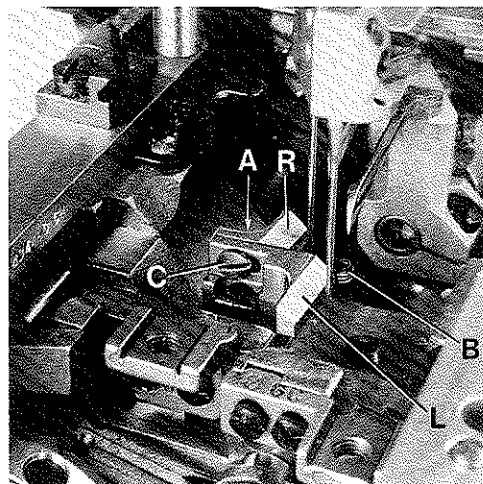

Fig.20
Set the needle guard (L, Fig. 20) for the left needle first. After loosening screw (A) the guard can be raised or lowered and after loosening screw (B) swung to the front or to the rear.
Retighten screws (A and B, Fig. 20). Make sure, when tightening screw (B), that there is no axial end play on the needle guard holder.
Now set the needle guard (R, Fig. 20) for right needle. After loosening screw (C) the guard can be moved to the front or to the rear. Retighten screw (C).
Stellen Sie zuerst den Nadelanschlag (L, Fig. 20) für die linke Nadel ein. Nach Lösen der Schraube (A) kann der Anschlag höher oder tiefer gestellt werden und nach Lösen der Schraube (B) nach vorne oder hinten geschwenkt werden. Ziehen Sie die Schrauben (A und B, Fig. 20) wieder an. Beachten Sie beim Anziehen der Schraube (B), daß der Nadelanschlag axial kein Spiel hat.
Stellen Sie nun den Nadelanschlag (R, Fig. 20) für die rechte Nadel ein. Nach Lösen der Schraube (C) kann der Anschlag nach vorne oder hinten verschoben werden. Ziehen Sie die Schraube (C) wieder an.